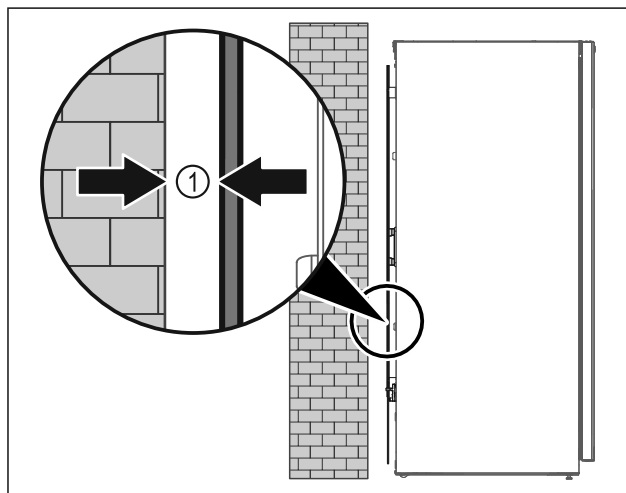

Fig. 5
- ▶ Urządzenie ustawić swobodnie w pomieszczeniu lub bezpośrednio przy ścianie z minimalnym odstępem 5 mm Fig. 5 (1).